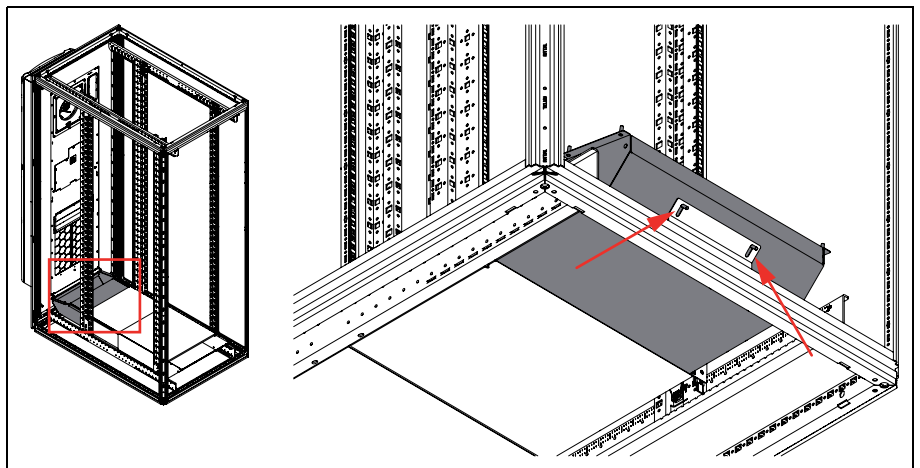

Abb. 16: Auszug Luftkanal-Horizontalendstück
- Ziehen Sie das Endstück des Luftkanal-Horizontalteils aus, bis die Einpressbolzen durch die Langlöcher eingetaucht sind und die Anlageflächen sich berühren (Abb. 16).